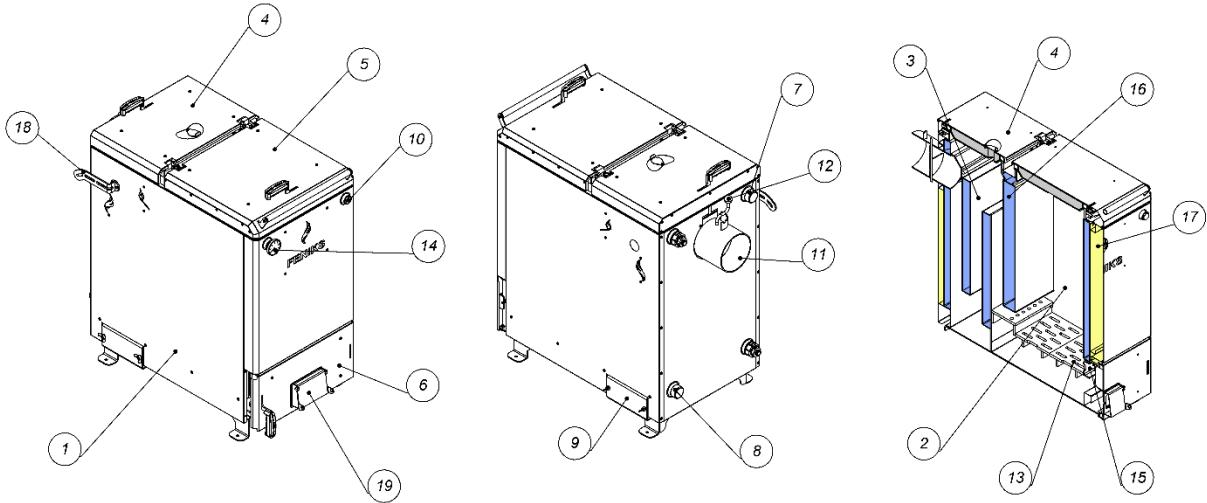

Рисунок 3 – Зовнішній вигляд та основні елементи котла
Конструктивно котел являє собою збірно-зварену конструкцію, що складається з корпуса (поз. 1, рис. 3) з камeroю згоряння (топкою) (поз. 2, рис. 3). Конвекційна частина котла складається з вертикальних полиць (поз. 3, рис. 3), які розташованій безпосередньо за топкою.
Корпус котла виконаний в формі паралелепіпеду з подвійними стінками, які розділені водними перегородками (поз. 16, рис. 3). На зовнішній поверхні корпуса під декоративною обшивкою закріплена теплова ізоляція. (поз. 17, рис. 3).
Паливо для процесу спалення завантажується на колосникові грати (поз. 13, рис. 3) крізь завантажувальні дверцята (поз. 5, рис. 3). Згоряння палива в топці відбувається за участю повітря, яке постачається наступним чином:
- у котлі з механічним регулятором тяги – крізь вікно клапана подачі повітря (поз. 19, рис. 3), що закривається кришкою, під колосникові грати. Кількість повітря, необхідного для процесу згоряння, регулюється механічним регулятором тяги, який шляхом натягу або послаблення ланцюга керує положенням кришки клапана. Регулятор тяги не входить до комплекту поставки котла.
Вентилятор подачі повітря встановлюється на дверцята ревізійні (поз 6, рис. 3) замість клапана подачі повітря (поз 19, рис. 3).
Підведення і відведення теплоносія здійснюється відповідно через патрубки зворотної мережної води (поз. 8, рис. 3) і прямої мережної води (поз. 7, рис. 3).
Топочні гази виходять у димохід крізь боров (поз. 11, рис. 3), розташований у задній частині котла. Боров обладнано вбудованим дросельним клапаном продуктів згоряння – шибером (поз. 12, рис. 3). У випадку надто високої тяги у димоході шибер дає можливість її знизити шляхом часткового перекривання вихідного отвору борова.
Для спрощення процедури розпалення котла (та зменшення задимлення приміщення котельні) в конструкції котла (тільки для 20-30 кВт) передбачено шибер теплообмінника (поз. 18, рис. 3). Перед процедурою розпалення ручку шибера поз. 18 рекомендується встановити в положення «повністю відкрито» (тобто ручку шибера потрібно повернути в положення над сірником). Після того, як перша порція палива розгориться, та після повного дозавантаження топки, ручку шибера (поз. 18, рис. 3) рекомендується встановити в положення «повністю закрито» (тобто ручку шибера потрібно повернути в положення над вогником).
На передній стінці корпуса котла, у верхній її частині розташований штуцер для встановлення запобіжного клапана котла (поз. 10, рис. 3).
Ревізійний дверцята (поз. 6, рис. 3), що розташовані на передній стінці котла, необхідні для періодичного чищення колосниковых грат, а також для можливості спорожнення підколосникової зони.
Для чищення полиць теплообмінника призначенні дверцята поз. 4 та поз. 9 (рис. 3).
Регулятор тяги необхідно приєднати до патрубка з внутрішньою різьбою, який знаходиться у верхній частині корпусу (рис. 3). Різьбове з'єднання при цьому потрібно ущільнити. Регулятор повернути таким чином, щоб наконечник для закріплення шестигранного важеля (з комплекту регулятора) був направлений вправо.